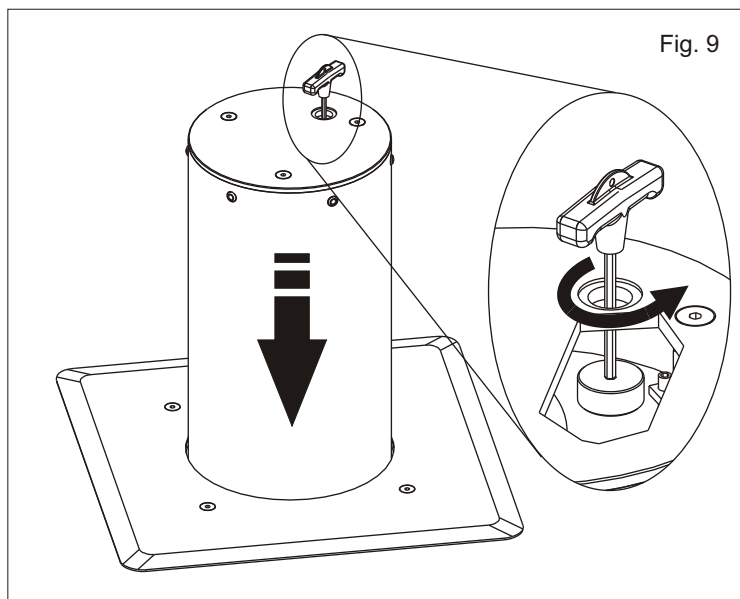

Fig. 9
3.2. Insérer la même clef dans la fissure du déverrouillage et dévisser (tourner en sens inverse des aiguilles d'une montre) jusqu'au moment que la borne commence à descendre doucement (Fig. 9).